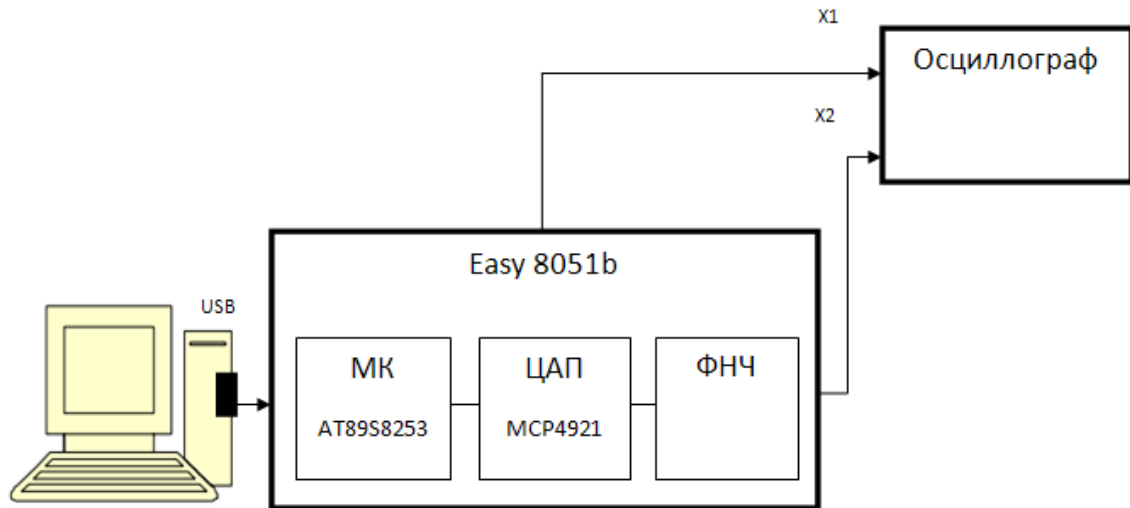

Рис. 2. Структурная схема лабораторной установки
4. Структурная схема лабораторной установки показана на рис. 2.